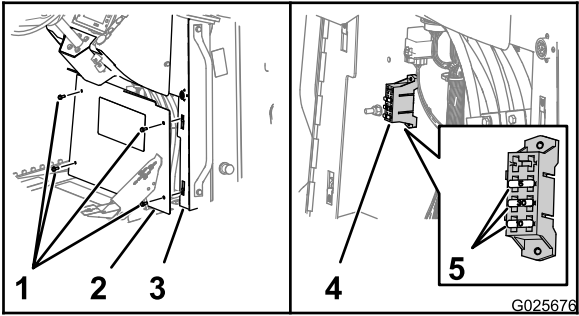

Figura 81
3. Rimuovete i 4 bulloni a testa esagonale flangiata (5/16 x 3/4 poll.) che fissano il coperchio alla console e rimuovete il coperchio (Figura 81).
4. Individuate il fusibile aperto e sostituitelo con un fusibile dello stesso tipo e amperaggio (Figura 81).
6. Allineate il foro sul coperchio con i fermi dei dadi sulle flange della console (Figura 81).